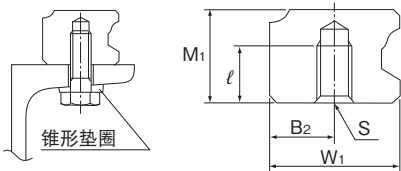

图2
- (1) 螺栓的长度, 请通过确保在螺栓端部和螺纹底部(有效螺纹深度) 之间有2到3mm的间隙来决定。
- (2) 如图2所示, 还备有安装在型钢上使用的锥形垫圈。
- (3) 关于公称型号的构成, 请参照▣1-290~▣1-291。